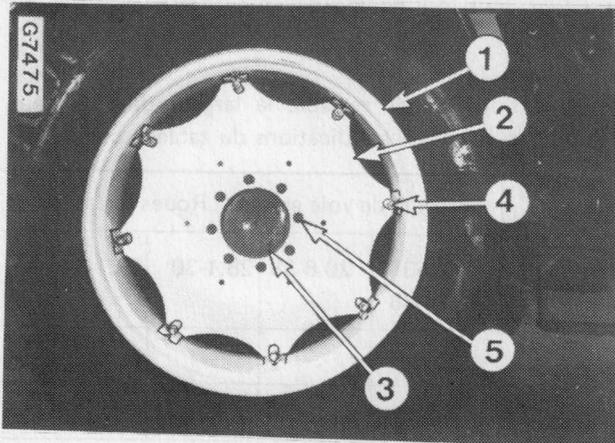

Figure 26 - Roue arrière.
Remarque : Le couple de serrage des boulons de jante (5, Fig. 26) et des écrous de roues (4) doit être impérativement vérifié après 2 à 5 heures de fonctionnement, puis après 8 à 10 heures. Resserrez si nécessaire. Voir «Couples spéciaux».